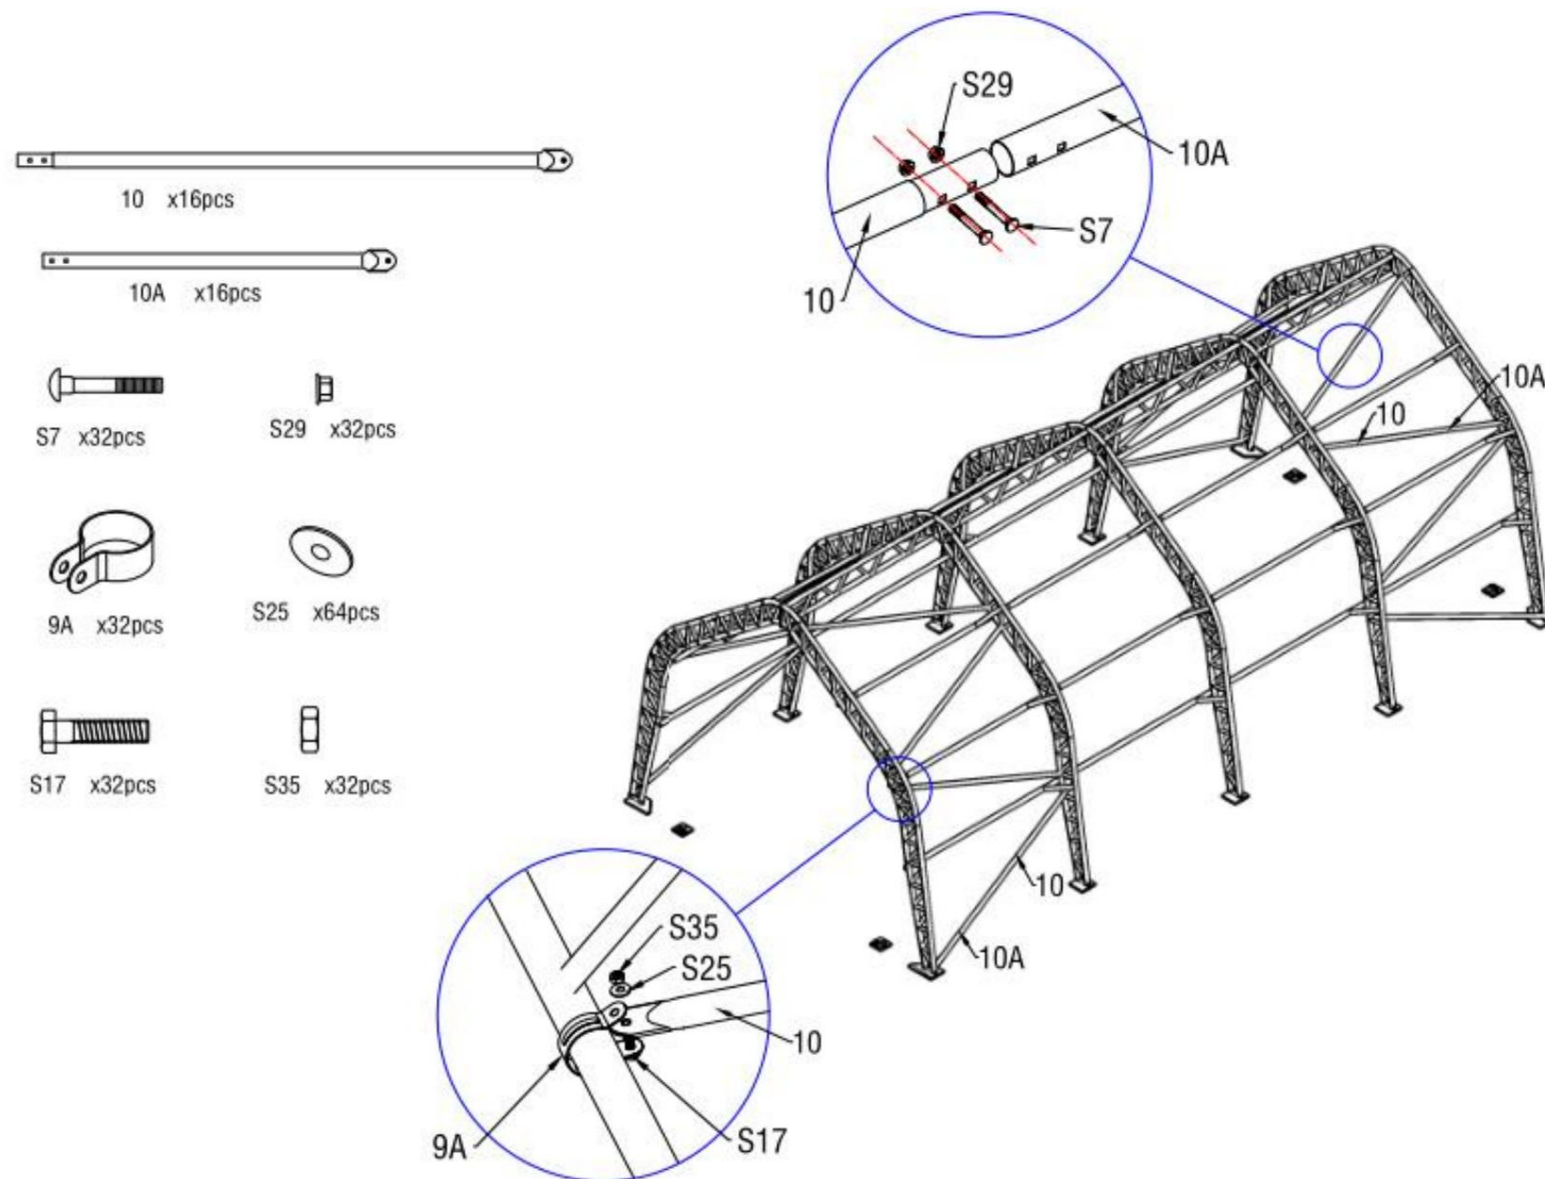

Figure 10
6. Comme illustré à la figure 10, localisez le tube de support diagonal femelle (n° 10) et le tube de support diagonal mâle (n° 10A). Assemblez chaque tube de support avec un boulon de carrosserie M8x60 (n° S7) et un écrou à embase M8 (n° S29). Fixez ensuite le tube de support diagonal à l'arche à l'aide du clip (n° 9A).